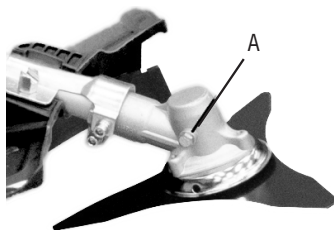

Fig. 25 – Lubricación de la caja de transmisión
La caja de transmisión (puntera), debe ser lubricada a cada 25 horas de trabajo, adicionando 5g de grasa en el tornillo lateral de la puntera (A), Fig. 25.